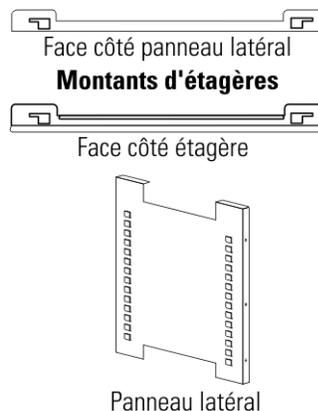

Figure 1-10. Montants d'étagères et conduit latéral
1. Installez les panneaux latéraux en orientant les languettes vers le centre de la cuve, les fentes vers le haut. Chaque panneau latéral peut être indifféremment placé à gauche ou à droite. Il suffit d'en retourner un pour l'adapter au côté opposé. Inclinez les panneaux latéraux en les plaçant dans cuve pour que leurs parties supérieures s'enfilent dans le conduit d'air supérieur, puis guidez-les pour les placer en position verticale. La Figure 1-10 représente le conduit orienté pour le côté droit de la cuve.
2. En vous reportant à la Figure 1-10, observez que les montants d'étagères gauche et droit ne présentent entre eux aucune différence.